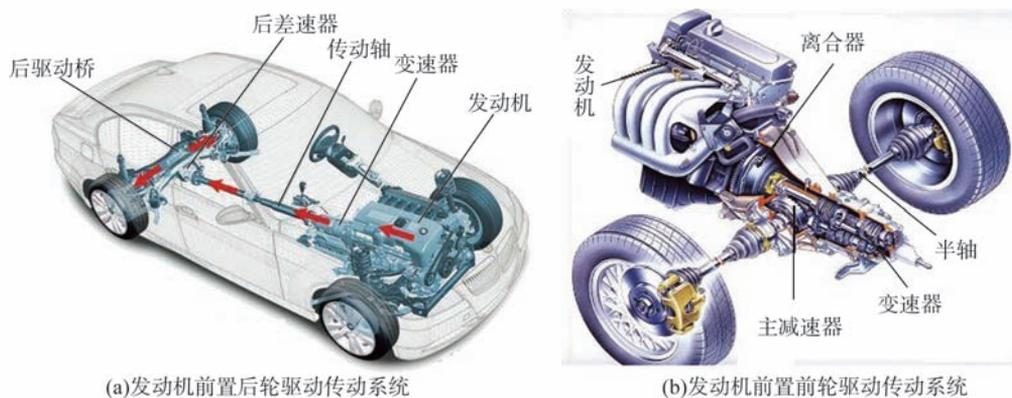

图 1-2 传动系统
(2) 传动系统的组成。传动系统由离合器、变速器、万向传动装置和驱动桥等组成,如图 1-2 所示。